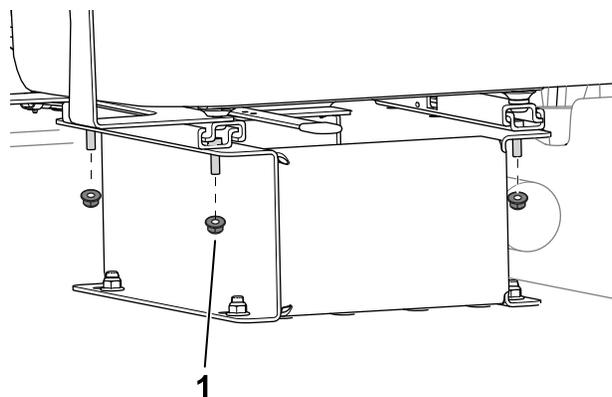

Figure 12
1. Retirez les écrous qui fixent le siège sur sa base (Figure 12).